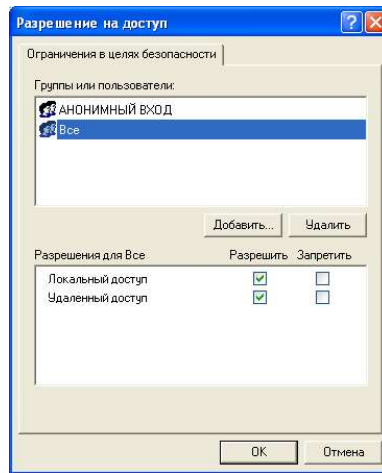

Рисунок 32 - Панель разрешения доступа
- 5 Настроить ограничения в **Панель управления\Администрирование\Службы компонентов\Компьютеры\Мой компьютер**. Для этого выберите **Свойства** в локальном меню и в показанном диалоге выберите закладку **Безопасность COM**, далее выберите **Изменить ограничения ...** Убедитесь, что все пользователи Квинта, которые имеют права на подключения к OPC, добавлены явно или через группы пользователей (например, **ВСЕ**), и что для них помечены галочки на локальный и удаленный доступ. Рекомендуется каждого необходимого пользователя добавлять явно, так как группы пользователей, например **ВСЕ** (рисунок 32) не всегда работают корректно. Так, если именем пользователя Операторской станции является 100, то в окно **Группы или пользователи** следует добавить пользователя 100 и, соответственно, разрешить ему локальный и удаленный доступ. Помните, что ограничения – это категория прав доступа к компьютеру, но не к конкретным серверам. Для доступа к ним требуется отдельная настройка (настройка прав доступа к серверам производится только на компьютере, где установлен **сервер OPC**).